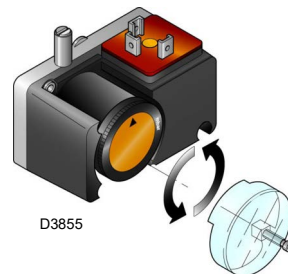

Fig. 36
- Régler le pressostat gaz seuil minimum (Fig. 36, page 32) en début d'échelle.
Effectuer le réglage du pressostat gaz seuil minimum (Fig. 36) après avoir réglé le brûleur, les vannes de gaz et le stabilisateur de rampe.